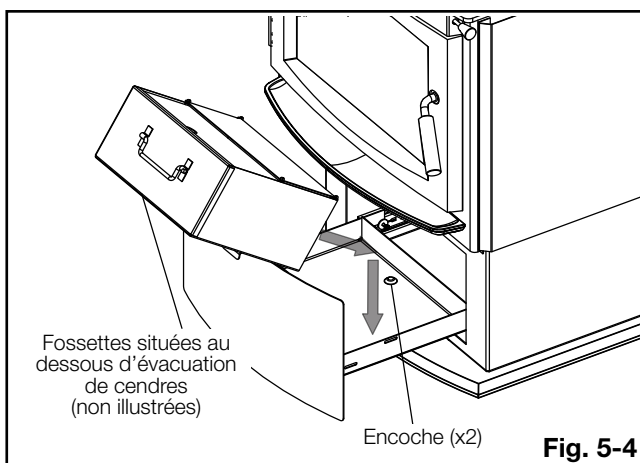

Fig. 5-4
3. Placez le boîtier d'évacuation de cendres dans l'évacuation de cendres. Assurez-vous que les fossettes s'insèrent dans les encoches (**Fig. 5-4**). Fermez l'évacuation de cendres.